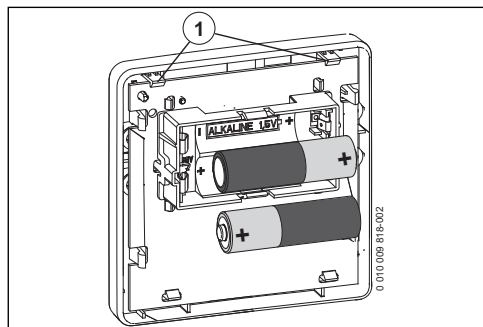

Fig. 8 Colocar pilas
Utilizar el tipo correcto de batería (LR6/AA) y colocar las baterías tal como consta en la imagen 8.
- Colocar la unidad de mando en las pestañas (→ fig. 8, pos. [1]).